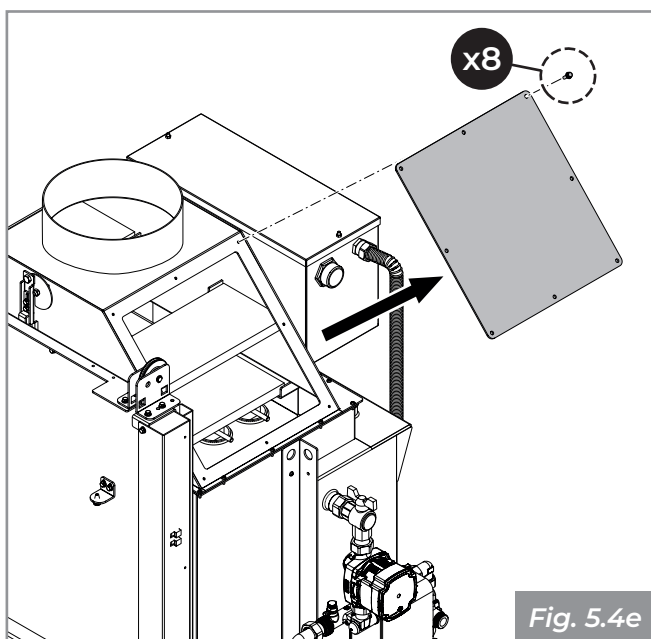

Fig. 5.4e
- Accedere al vano ispezione del giro fumi svitando le viti del coperchio ispezione cappa fumi, situata dalla parte dell'impianto idraulico (**Fig. 5.4e**);